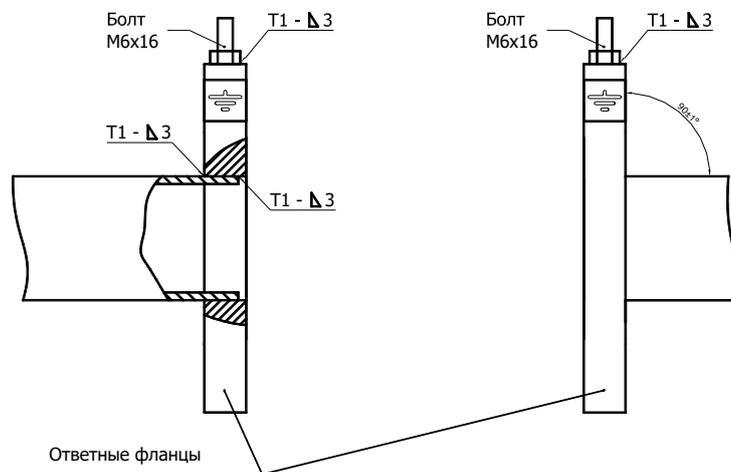

Рис. 8.5
**8.3.5** К прямолинейным участкам трубопровода приварить фланцы в соответствии с ГОСТ 12820-80, при этом угол между осью трубопровода и плоскостью фланца должен быть  $90 \pm 1^\circ$ . Фланцы следует приваривать таким образом, чтобы после установки расходомера (ППР) ось электродов ППР лежала в горизонтальной плоскости (допустимое отклонение от линии горизонта  $\pm 10^\circ$ ). При монтаже ответных фланцев необходимо приварить болт заземления к верхней части монтируемого фланца (см. рис. 8.5).